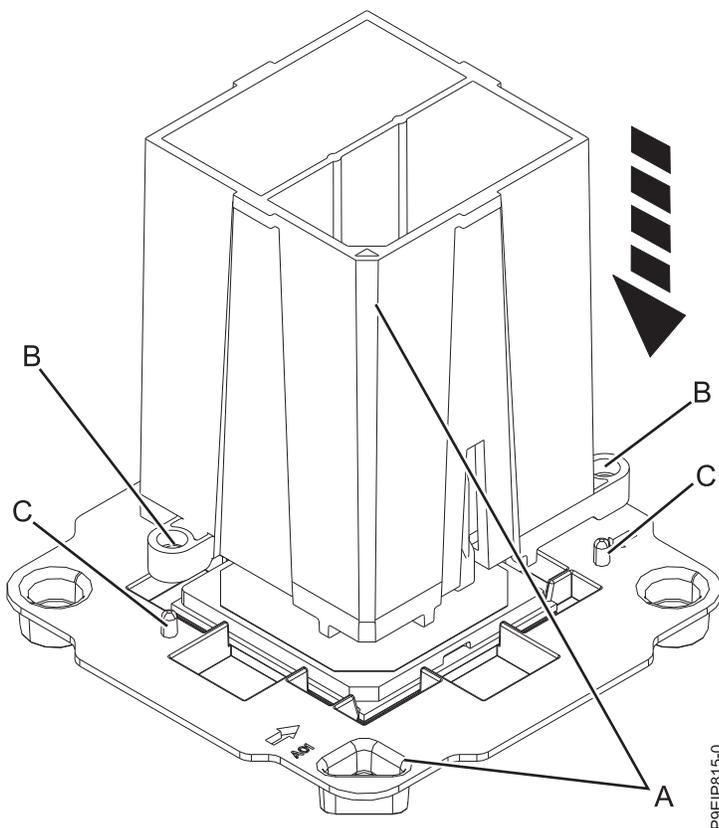

Figura 90. Alineación de la herramienta de extracción
3. Extraiga el módulo del procesador de sustitución de la bandeja de envío. Alinee la esquina biselada (A) de la herramienta sobre la esquina biselada del módulo, tal como se muestra en la Figura 90. Asegúrese de que la guía (B) quepa en la patilla de alineación (C).